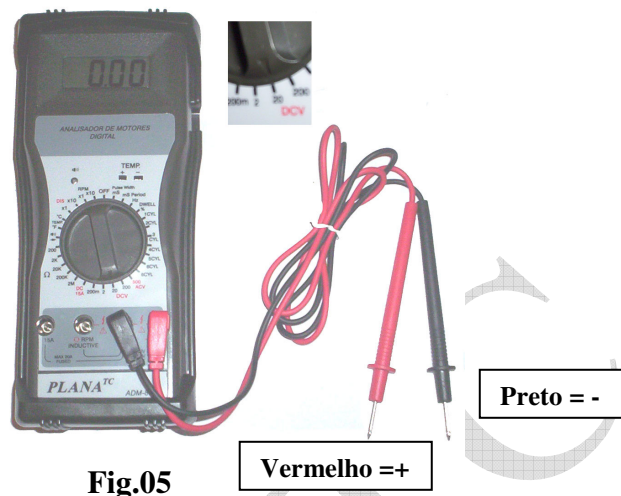

Fig.05
- Conecte as garras Preta e Vermelha conforme indicado na Fig.05.